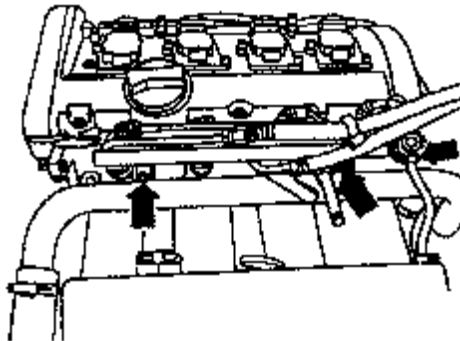

图 4-71 拆卸燃油压力调节器真空管
(5) 如图 4-71 所示，拆下燃油歧管紧固螺栓，将真空管拉离燃油压力调节器，将带喷嘴的燃油歧管从进气歧管上拉下，置于发动机舱后面的干净布上。